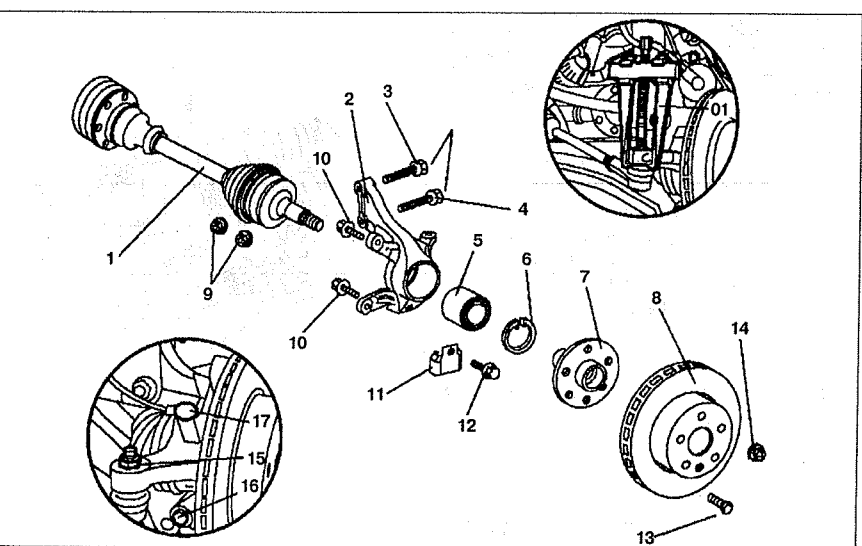

**Рис. 7.4. Нижний рычаг подвески (автомобили с двигателем 104.900):**
7. Открутите болт 1 крепления шаровой опоры нижнего рычага 2 к поворотному кулаку (см.рис.7.4).